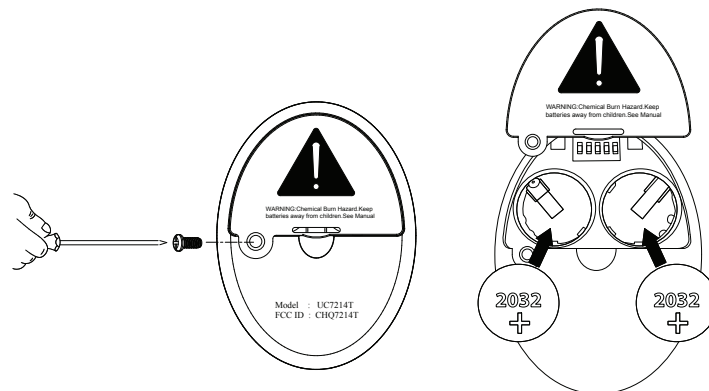
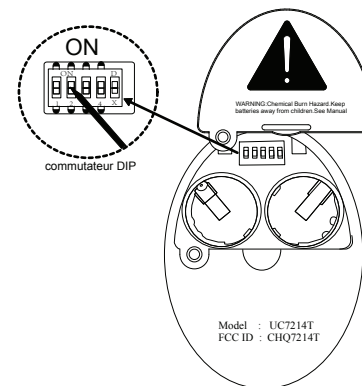

Fig. 21
Fig. 22
Ouvrez le dos de l'émetteur en desserrant la vis (Figure 21). Le sélecteur de fréquence est un « bloc-commutateurs DIP » à l'intérieur du compartiment à piles de l'émetteur (voir la Figure 22). Vous changez les fréquences en disposant les petits commutateurs numérotés 1 à 4 en position vers le haut ou vers le bas. 16 fréquences ou combinaisons sont possibles. Le cinquième commutateur marqué D et X règle le système pour un fonctionnement avec les lampes incandescentes ou fluorescentes. Il est essentiel de régler correctement ce commutateur. Si votre ventilateur de plafond est équipé de lampes incandescentes, réglez ce commutateur sur la position D, pour les lampes fluorescentes, réglez le commutateur sur la position X. Si ces paramètres sont inversés, le système de commande de l'éclairage fonctionnera de manière aléatoire et pourrait endommager votre ventilateur de plafond.
2. Insérez les deux piles et assurez-vous qu'elles reposent correctement dans chaque encastrement avec le signe positif + orienté vers le haut. Remettez le couvercle du compartiment à piles. (Figure 21)